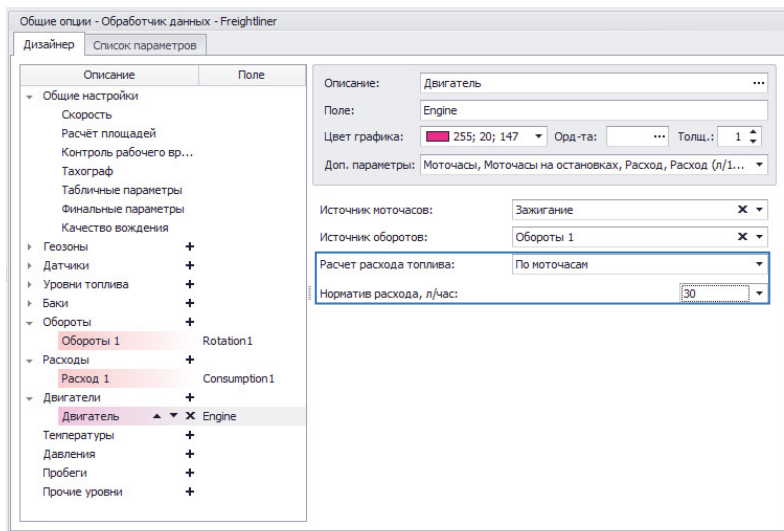

Рис.52. Расчет расхода двигателя по моточасам.
- **По моточасам (Рис.52)** – расход топлива вычисляется по суммарному времени работы двигателя и заданной норме расхода. Норма расхода топлива должна быть задана в л/час.